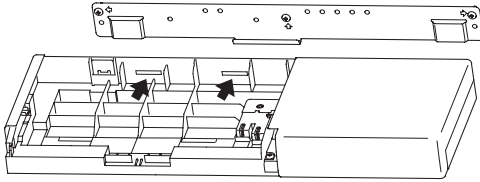

Fig. 12
10) Bringen Sie die 2 Haken auf der Rückseite des Plasma Quad Connect ① an der Installationsplatte ② an. (Fig. 12)
11) Befestigen Sie das Plasma Quad Connect ① mit 2 Schrauben ③ an der Wand. (Fig. 12)